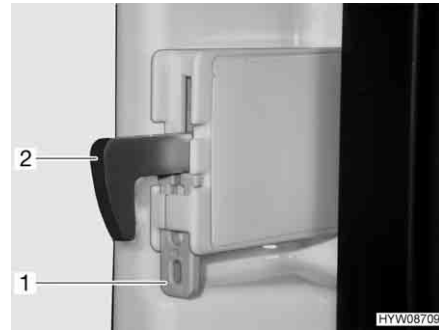

Fig. 187 Dispositivo di fissaggio (gancio di bloccaggio)
**Fissaggio del gancio di bloccaggio:** ■ Spingere il dispositivo di fissaggio (Fig. 187,1) verso l'alto. Spingere il gancio di bloccaggio (Fig. 187,2) verso l'alto, disinserendolo.
**Sblocco del gancio di bloccaggio:** ■ Spingere il gancio di bloccaggio (Fig. 187,2) verso il basso. Il gancio di bloccaggio è di nuovo inserito.